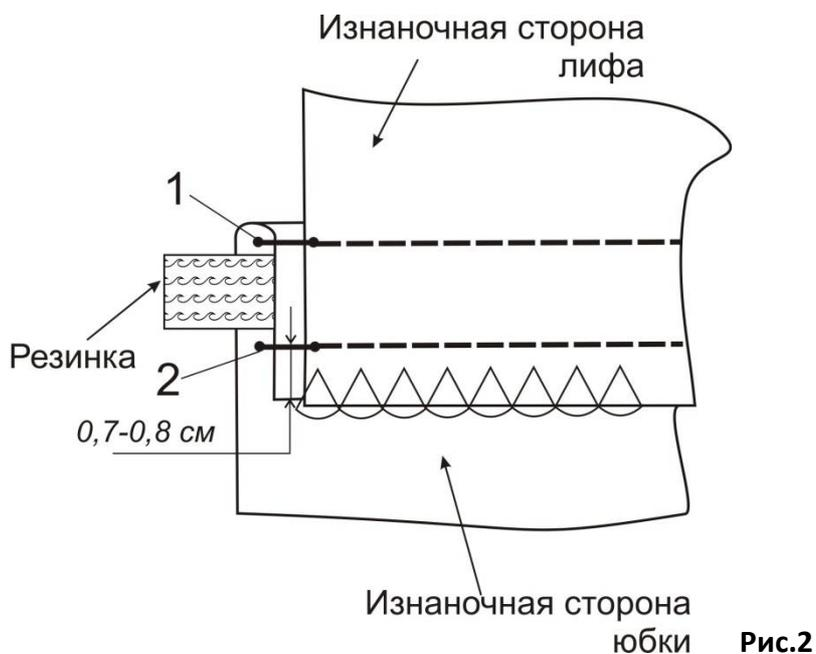

Рис.2
5. Сложите лиф с юбкой лицевыми сторонами, сметайте и соедините машинной строчкой (Рис.2, строчка 1). Срезы обметайте, приутюжьте.
6. Шов настройте на юбку (Рис.2, строчка 2) шириной шва 0,7 – 0,8 см. В полученную таким образом кулису протяните резинку, закрепив ее короткими строчками со стороны обеих полочек.